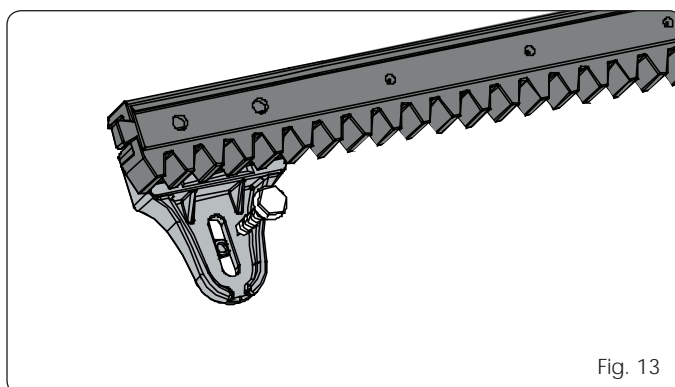

Fig. 13
**5.4.3 CREMAILLERE A VISSER EN NYLON (Fig. 13)**